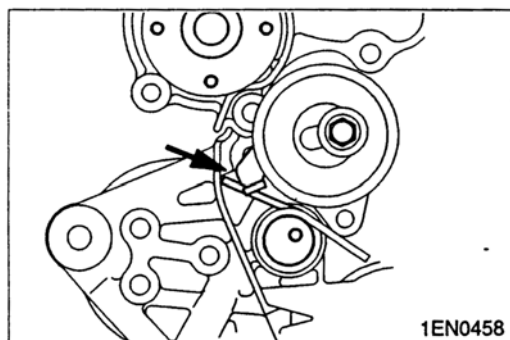

图 3-10
- b. 如图 3-10 所示, 将张紧器弹簧的一个伸长端钩在正时皮带张紧器的钩形部。并将张紧器装到机油泵壳体上。